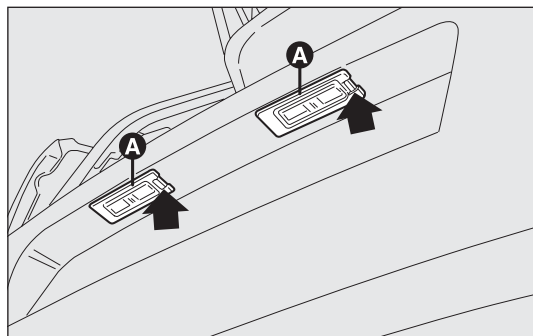

fig. 150
- ❑ agir sur le point indiqué par la flèche et enlever le groupe transparent A-fig. 150 ;